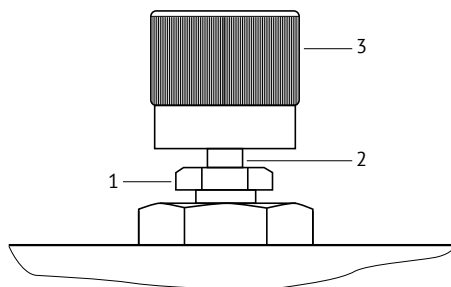

Рис. 3. Вентиль:
8.2 При ежедневном техническом обслуживании производят внешний осмотр, очищают от загрязнений и пыли сухой ветошью. Проверяют целостность резиновых уплотнений стоек, в случае их повреждений — заменяют. Проверяют наличие смазки на резьбовой части *вентилей 2* (Рис. 3), при ее отсутствии или недостаточном количестве произвести смазывание консистентной смазкой ЛИТОЛ — 24 ГОСТ 21150-87.
Нарушена герметичность уплотнения вентиля	Подтянуть прижимную втулку 2 (Рис. 3)